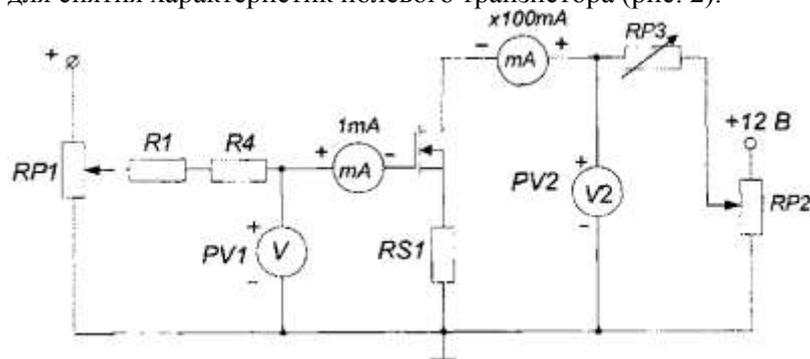

Рис.2 Схема для снятия стоко-затворной характеристики полевого транзистора
- 1) Собрать схему для снятия характеристик полевого транзистора (рис. 2).
2) Снять стокозатворную характеристику  $I_c = f(U_{зи})$  при постоянном напряжении на стоке  $U_c$ , используя схему на рис. 2. Экспериментальные точки записывать в таблицу и наносить на график. Изменяя напряжение на затворе от нуля до максимального значения при помощи потенциометра RP1, снять стоко-затворную характеристику при RP3=150, RP2=3,5). При снятии характеристики убедитесь, что ток затвора  $I_z$  мал. На начальном участке характеристики точки снимать чаще.